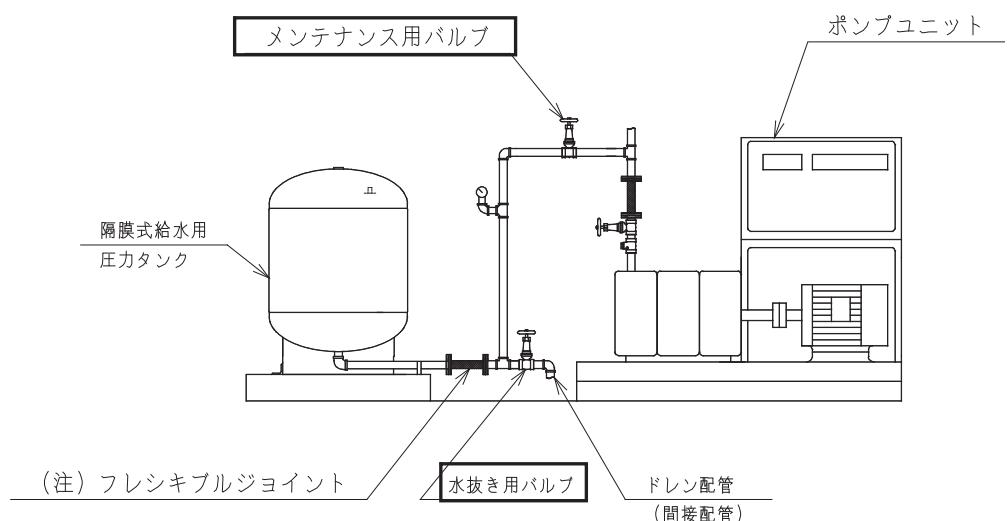

図 9-1 施工例
(1) 下記の手順①～②に従って各バルブ（図 9-1 参照）を開閉した後、システム配管の水圧テストを実施してください。
①「メンテナンス用バルブ」を閉弁してください。
②「水抜き用バルブ」を徐々に開弁してください。
(2) システム配管の水圧テストを実施した後、下記の手順①～④に従って各バルブ（図 9-1 参照）を開閉し、「メンテナンス用バルブ」とタンクの間の配管に水張りしてください。
①タンクに水圧テスト時の圧力がかかっていないことを確認してください。
②「メンテナンス用バルブ」を徐々に開弁し、配管内の残存空気を排出してください。
③配管内の残存空気が抜けたことを確認してください。
④残存空気がないことを確認していただいた後、「水抜き用バルブ」を開弁してください。